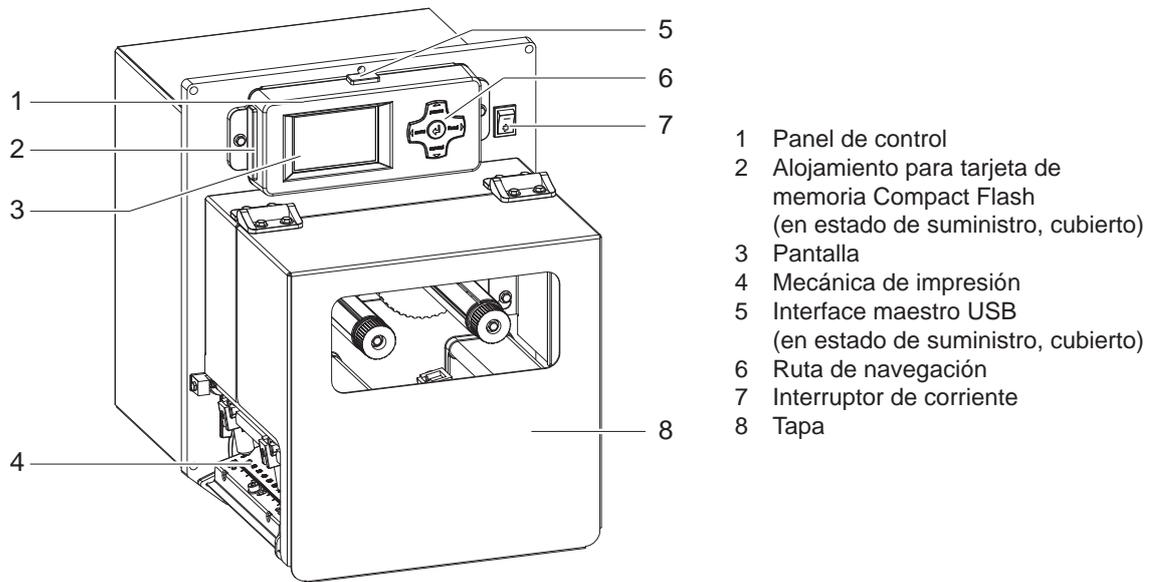

Figura 2 Visión sinóptica
- ▶ Conectar el módulo de impresión al interruptor de red (7 / Figura 2).